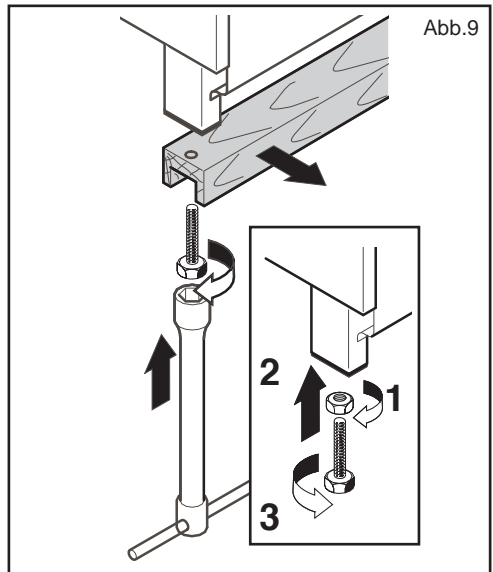

Abb.9
Schrauben Sie bei angehobenem Korpus (B) mit Hilfe eines Steckschlüssels (Abb.9) die Schrauben aus und nehmen Sie die Holzquerstreben ab.